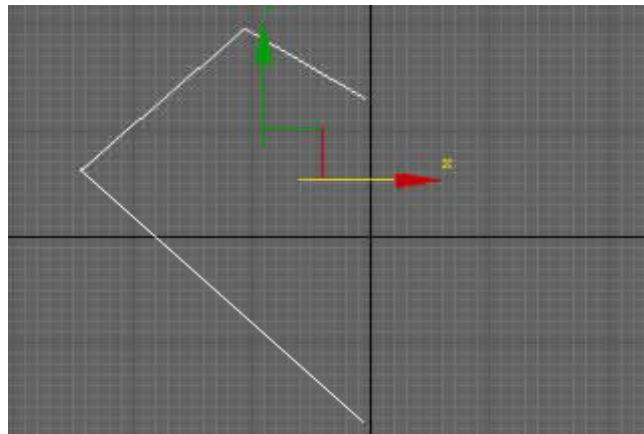

图 2-35 绘制基本型
Step 1. 选择 创建面板 → 图形→线,绘制出一个心形的一半。因为另一半是对称形,可以使用对称工具实现另一半,所以在这只需要绘制一半即可,如图 2-35 示。